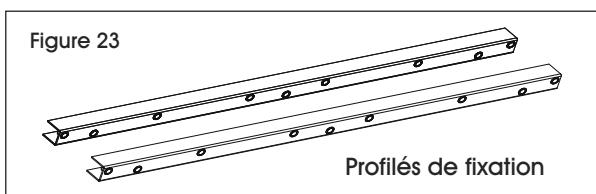

Figure 23
**REMARQUE :** Les profilés de fixation sont inclus avec la surface en acier. (Voir Figure 23) Il se peut que les profilés s'étendent au-delà de l'ensemble du tiroir.